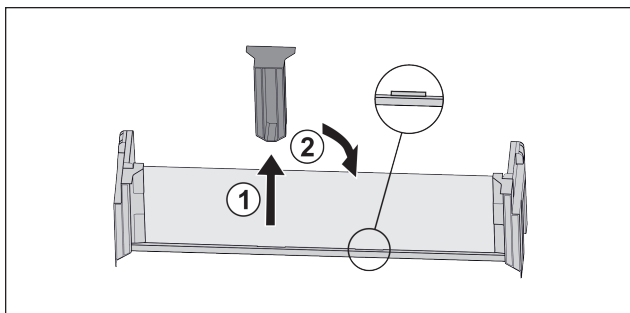

Fig. 28
- ▶ Træk den midterste holdedel ud Fig. 28 (1).
- ▶ Sæt den midterste holdedel i på den anden position Fig. 28 (2).